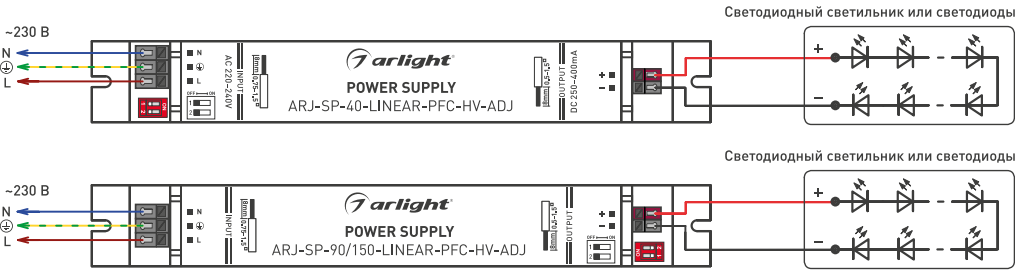

Рисунок 1. Подключение источника тока
3.4. Подключите нагрузку к клеммам OUTPUT, строго соблюдая полярность (рисунок 1).
- 3.5. Подключите обесточенные провода электросети к клеммам INPUT в соответствии с маркировкой на корпусе (рисунок 1).